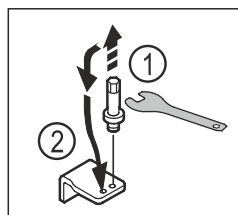

Fig. 13
- ▶ Desatornillar el perno del soporte del cojinete inferior con una llave Allen SW5. Fig. 13 (1)
- ▶ Insertar el perno en el lado opuesto. Fig. 13 (2)